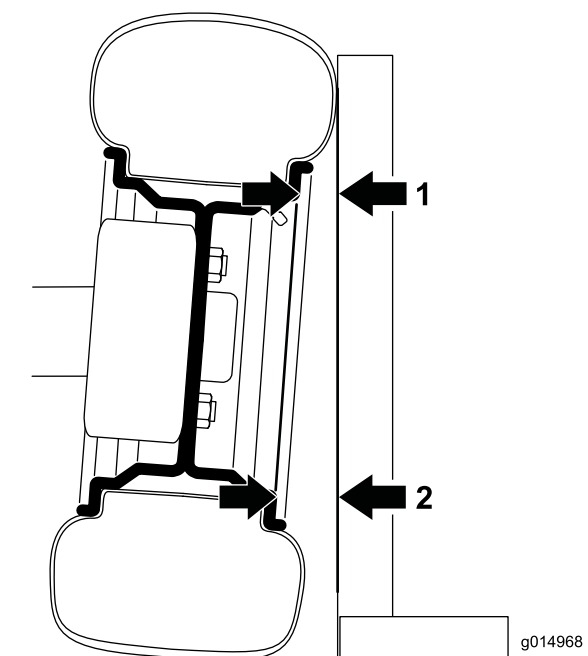

Figura 42
1. Para verificar a inclinação, coloque um quadrado de 90 graus no chão com a parte vertical a tocar na face do pneu (Figura 42).
2. Meça a partir da mesma parte do anel na parte superior e inferior do pneu em relação ao quadrado (Figura 42).